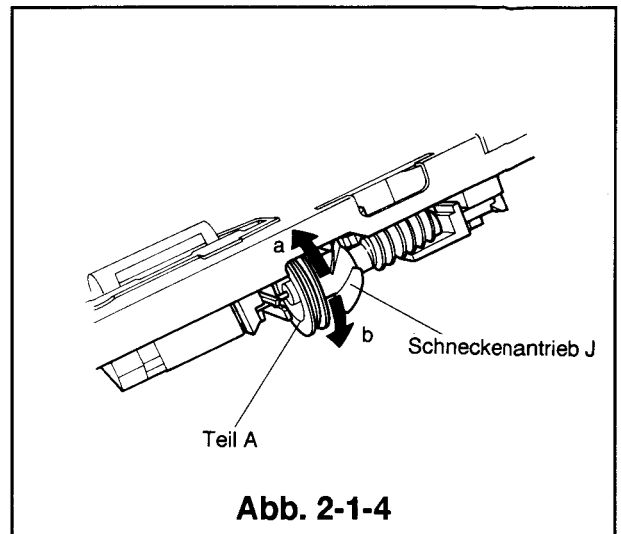

Abb. 2-1-4
- ② Wenn sich das Laufwerk nicht vollständig in der Betriebsart Ejekt befindet, ist eine Einstellung durch drehen am Teil A an der Schnecke J möglich. (siehe Abb.2-1-4).